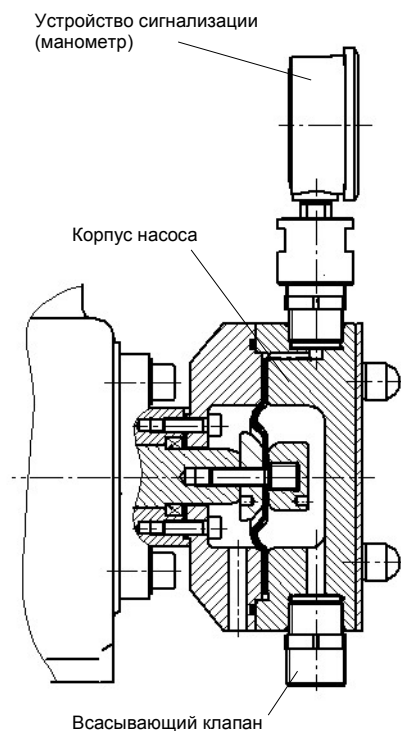

Рис. 40
- Вкрутить устройство сигнализации (см. рис. 40)